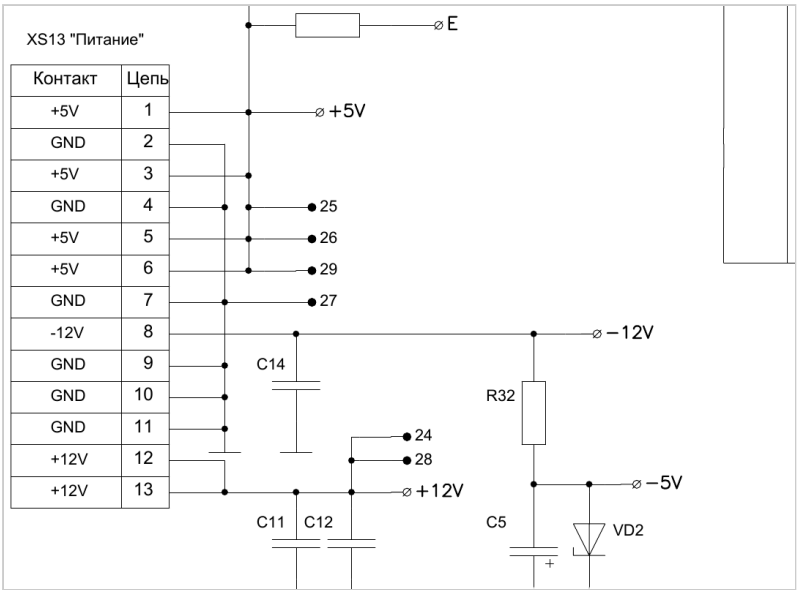

Рис. 4. Разъём питания XS13 и стабилизатор -5 В для процессора (R32, VD2, C5). Выводы 24, 28 — точки +12 В, 25–27, 29 — +5 В и общий, по схеме.
1. **Питание на процессоре:** вывод 20 — +5 В (4,75...5,25), вывод 28 — +12 В (11,4...12,6; на исправной машине вы измеряли 11,76), вывод 11 — **–5 В** (–4,75...–5,25), вывод 2 — общий. –5 В получается на плате из –12 В через R32 и стабилитрон VD2 (рис. 4): если на выводе 11 –12 В или около 0 — заменить VD2 / проверить R32, C5. Процессор, правда, при неверном –5 В обычно не стартовал бы вовсе, но проверка занимает минуту.